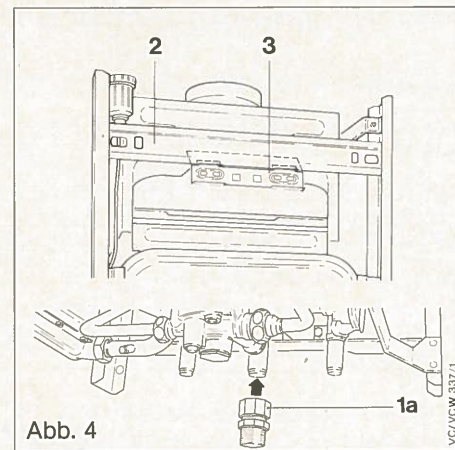

Abb. 4
L'apparecchio viene agganciato alla parete mediante il supporto (2) fig. 4.